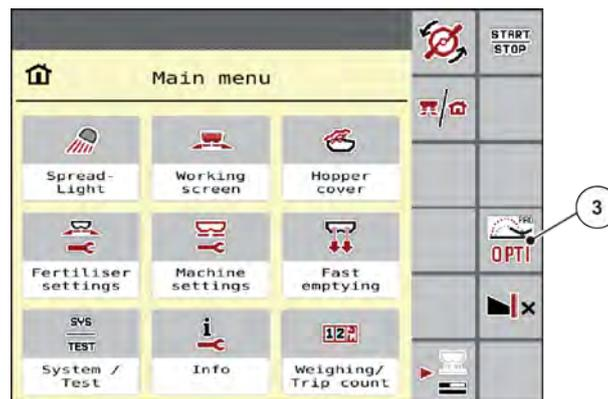

Рис. 16: OptiPoint в главном меню активирована
- ▶ нажмите функциональную клавишу «OPTI», чтобы активировать режим поворотной полосы. Или можно активировать в главном меню, см. *Рис. 16 OptiPoint в главном меню активирована.*